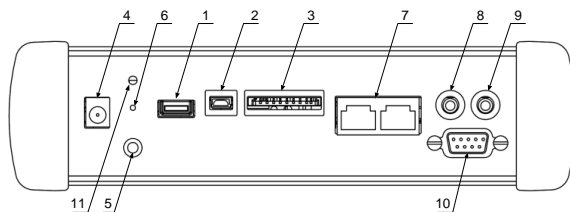

Рис. 2.1. Панель системных интерфейсов
8. Надежно заземлять корпус прибора посредством использования соответствующего гнезда заземления (рис.2.1, стр.11).
- от внешнего блока питания (см. рис. 2.1).
**Беркут-ММТ** может работать от внешнего источника питания — через адаптер от сети 220 В. Для подключения прибора необходимо вставить адаптер в сеть 220 В, а другим концом в разъем для подключения внешнего адаптера питания на **Беркут-ММТ** (см. рис. 2.1).